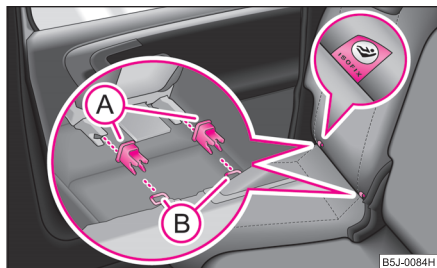

Fig. 142 Inelele de prindere (sistemul ISOFIX)
- Elementul de prindere (A) se introduce în inelele (B) existente la baza îmbinării spătarului scaunului cu perna ⇒ fig. 142.